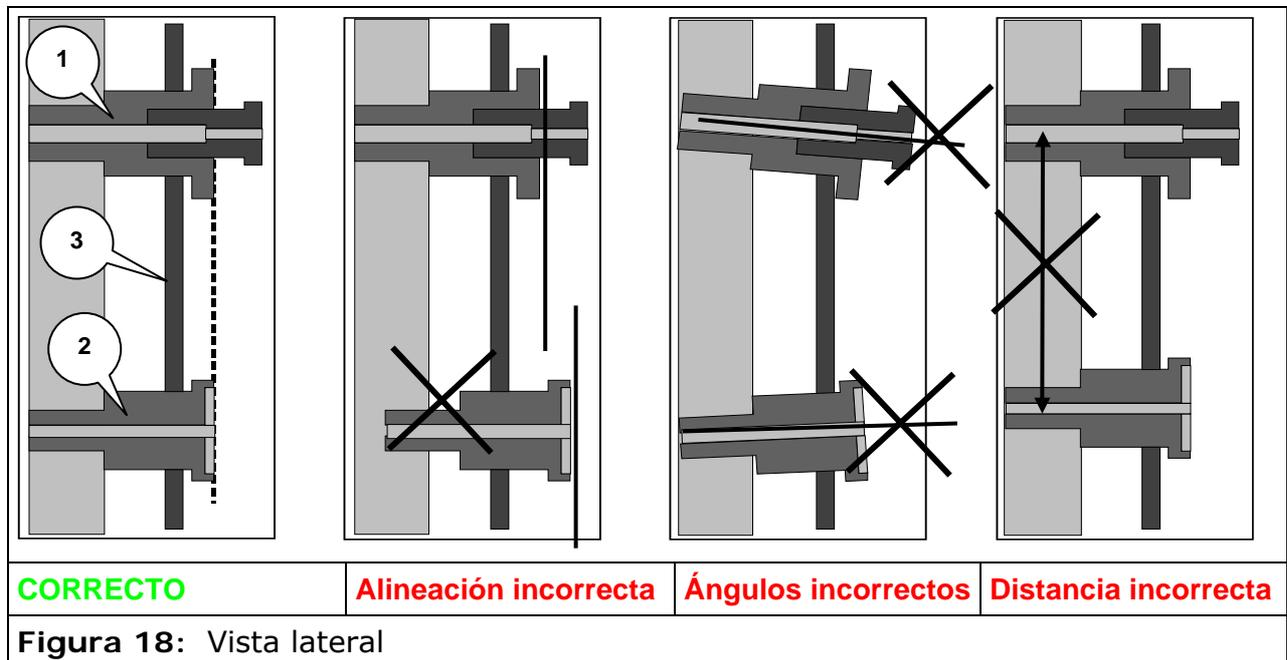

Figura 18: Vista lateral
- Evitar una alineación, ángulos y distancias incorrectos (consultar Figura 18)